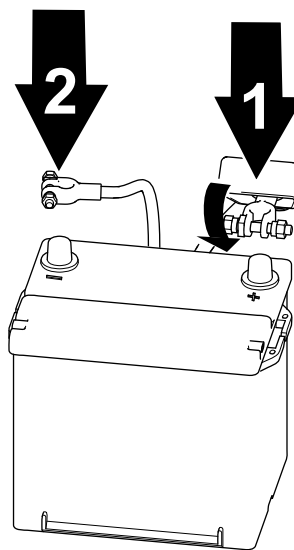

Figura 64
1. Conecte el cable positivo a la batería y apriete la tuerca de pinza de la batería (Figura 64).
2. Conecte el cable negativo a la batería y apriete la tuerca de pinza de la batería (Figura 64).